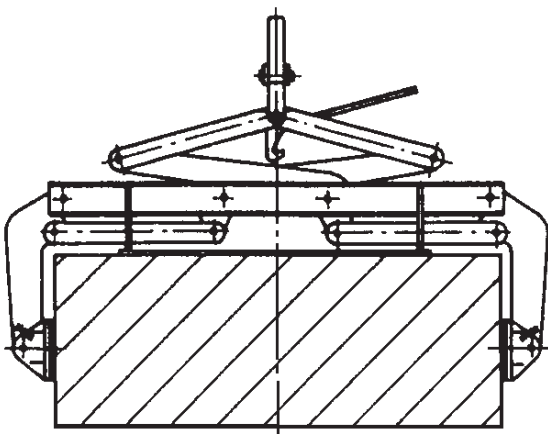

Fig. 4
- Plaats de last volledig in de bekkenopening (Fig. 4).